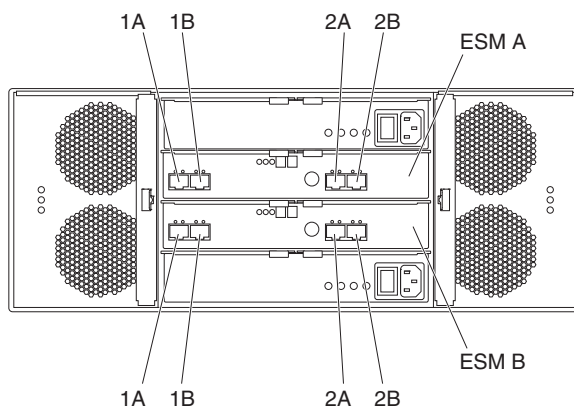

図 49. EXP5060 ポート・ラベル
- DS5100 または DS5300 コントローラー・ドライブ・ポートは、常に、非トランキング構成の、1B とラベルの付けられている EXP5060 ESM ポートに接続されなければならない、ドライブ側トランキング構成の、1B および 2B とラベルの付けられている EXP5060 ESM ポートに接続されなければなりません。92 ページの図 49 は、EXP5060 上のポート・ラベルを示しています。